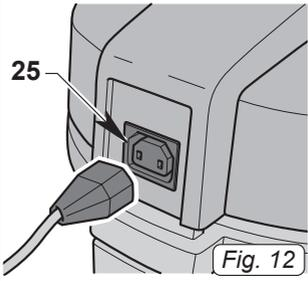

Fig. 12
- Conectar el enchufe del cepillo eléctrico (25 Fig. 12) presente en la parte superior de la aspiradora (200 W potencia máxima).